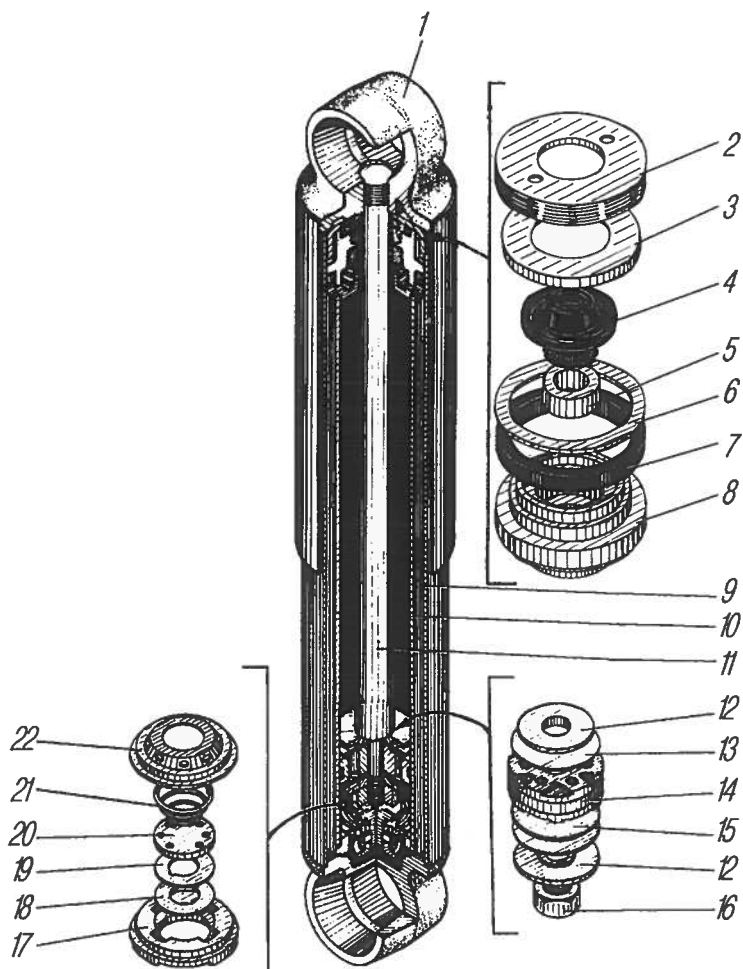

Рис. 41. Амортизатор:
**Гидравлические амортизаторы** (рис. 41) предназначены для гашения колебаний, возникающих в результате упругих деформаций элементов подвески автомобиля при движении по неровной дороге. Принцип действия гидравлических амортизаторов заключается в следующем. При относительных перемещениях подрессоренных и непрессоренных частей автомобиля имеющаяся в амортизаторе жидкость, перетекая из одной его полости в другую через небольшие отверстия, оказывает сопротивление вертикальному перемещению штока и гасит колебания автомобиля.
При появлении течи рабочей жидкости из амортизатора подтянуть гайку 2 (см.рис. 41). При растяжении и сжатии амортизатор должен оказывать равномерное сопротивление. Усилие нового амортизатора при ходе отбоя должно быть в пределах - 5,95 - 8,05 кН (595 - 805 кгс), а при ходе сжатия - 1,52 - 2,28 кН (152 - 228 кгс); уменьшение усилий сжатия и отбоя в процессе эксплуатации более чем на 25 % не допускается, усилие проверяется на прессе с ходом штока 100 мм и частотой 100 ходов в минуту. Свободное перемещение штока амортизатора указывает на его неисправность.